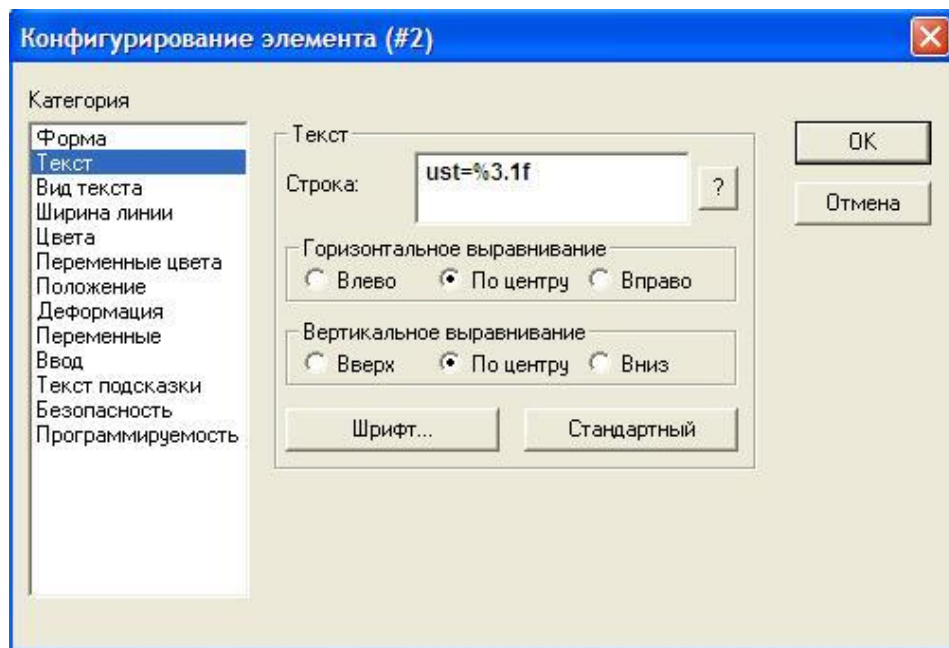

Рисунок 7.14
- В поле '**Рядок**' (Content) категорії '**Текст**' (Text) введіть "**ust=%3.1f**". (рис. 7.14):